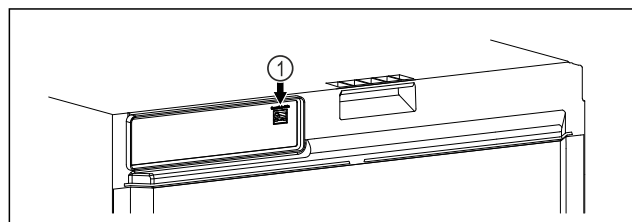

Fig. 100
☐ SmartModule Fig. 100 (1) is geplaatst.